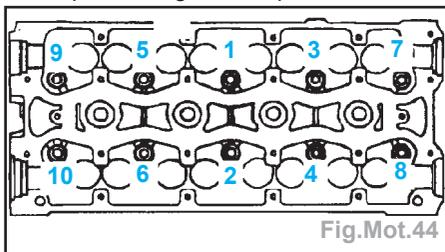

Fig.Mot.44
- En travaillant dans l'ordre illustré, serrer progressivement les boulons de culasse comme indiqué ci-après (Fig.Mot.44) :
- Serrer progressivement les boulons de culasse à (Fig.Mot.44) :